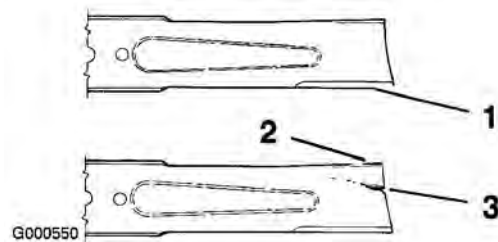

Figure 39
1. Examinez le tranchant des lames (Figure 39). Si elles ne sont pas tranchantes ou si elles présentent des indentations, déposez et affûtez les lames (voir Affûtage des lames).
2. Inspectez les lames, surtout la partie incurvée (Figure 39). Remplacez immédiatement toute lame endommagée, usée ou qui présente une entaille (repère 3 de la Figure 39).